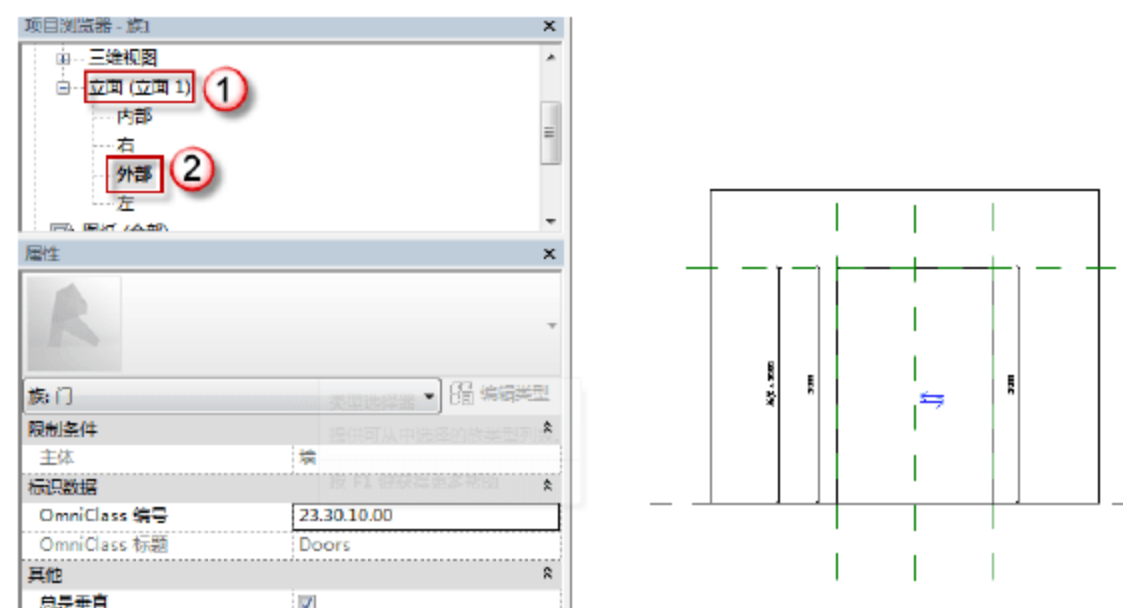

图 6.1.85 子母门 M1221 的外部立面视图
(6) 选择“项目浏览器”中的“立面(立面 1)”→“外部”选项,可以进入子母门 M1221 的外部立面视图,如图 6.1.85 所示。